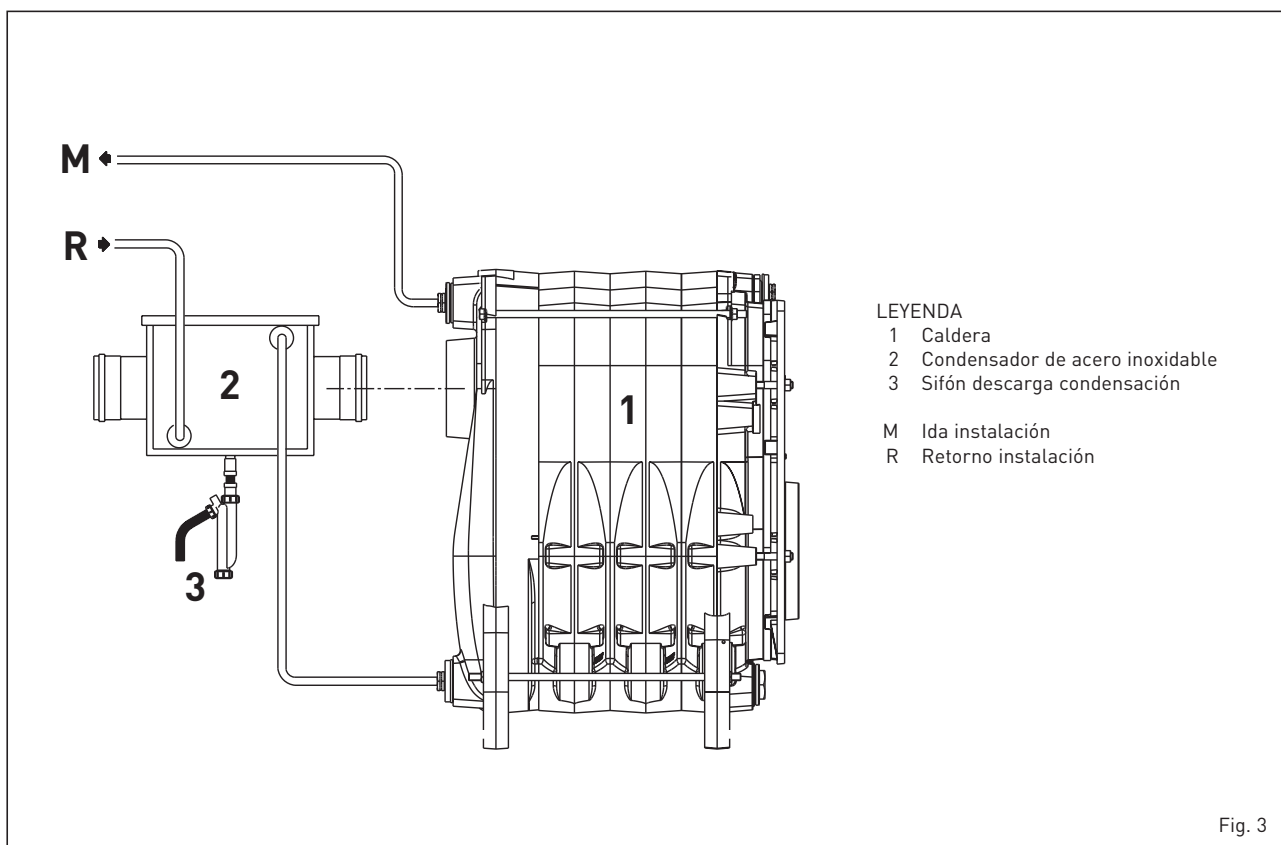

Fig. 3
1.4 ESQUEMA DE FUNCIONAMIENTO (fig. 3)